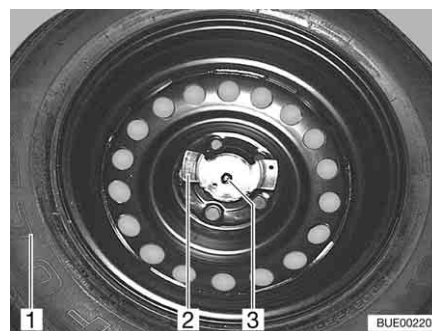

Fig. 253 Fixation de la roue de secours
- Dévisser les deux écrous (Fig. 253,2 et 3).
- Retirer la roue de secours (Fig. 253,1) de son étrier.